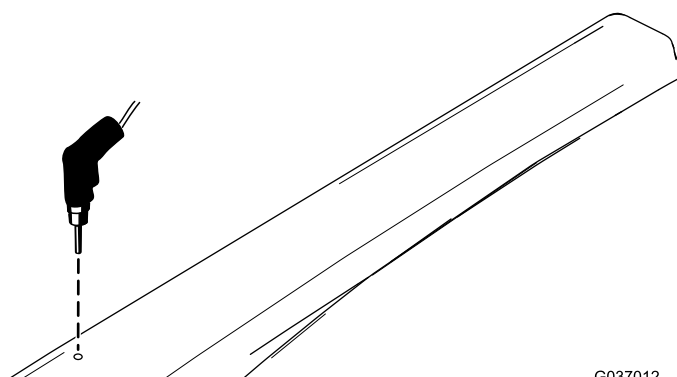

Figura 13
14. Usando como plantilla el taladro de la parte superior del soporte del techo, perforo un taladro de 7,9 mm en cada lado del toldo (Figura 13).